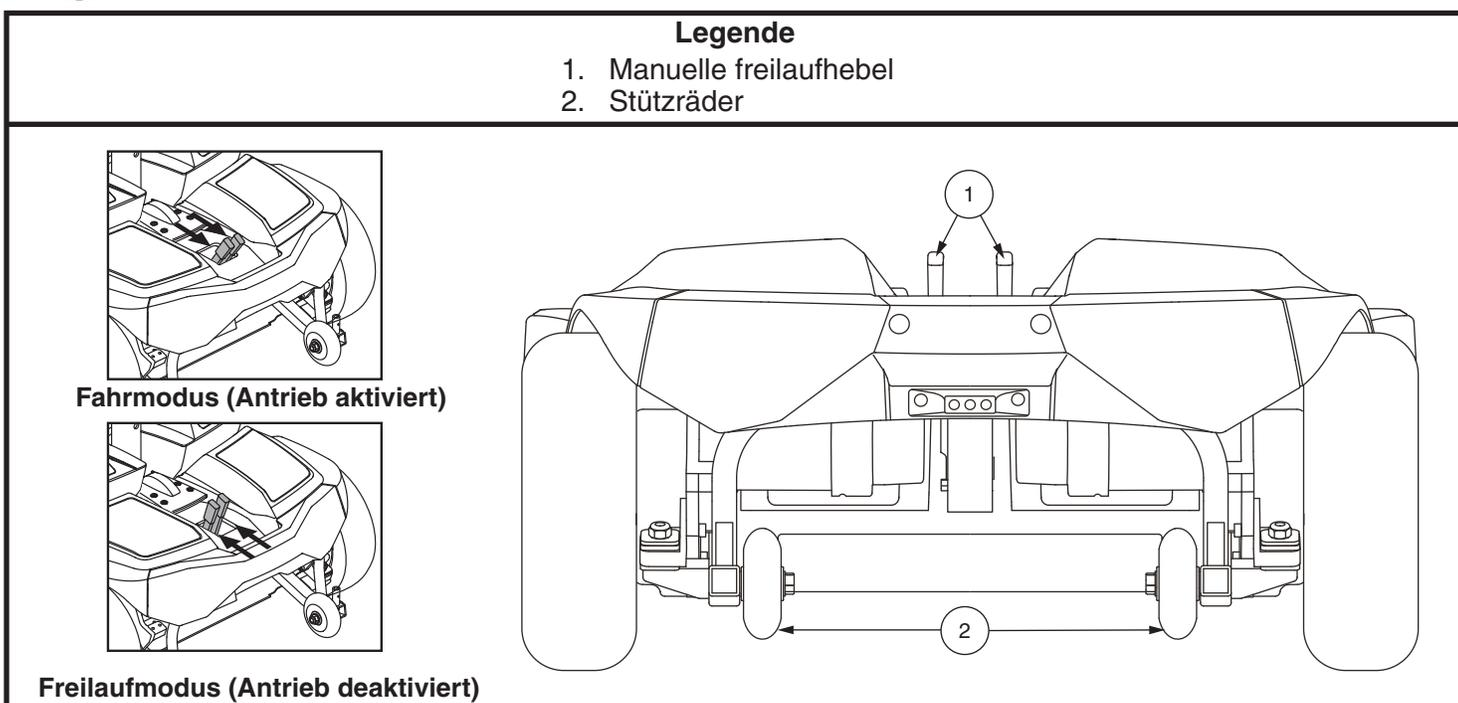

Abb. 3. Hinterseite des Fahrgestells
1. Suchen Sie die Hebel an der hinteren Seite des Fahrgestells. **Siehe Abb. 3.**
Die Stützräder sind ein unerläßlicher und wichtiger Sicherheitsaspekt Ihres Go-Chair. Sie sind an dem Rahmen am Heck Ihres Go-Chairs festgeschraubt. **Siehe Abb. 3.**
Siehe Abb. 3.